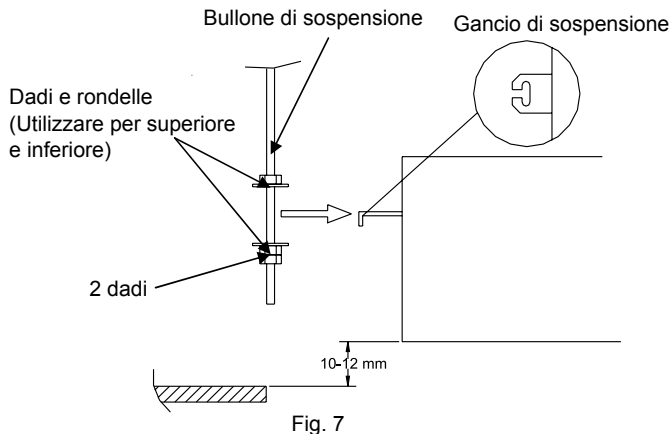

Fig. 7
- Al fine di prevenire possibili allentamenti, si raccomanda di utilizzare 3 dadi esagonali (preparati in loco) e 2 rondelle (tra gli accessori) per ogni bullone di sospensione. Prestare attenzione a utilizzare i 2 dadi sul lato inferiore (Fig. 7).
- Regolare la distanza tra l'unità e il fondo del soffitto a 10-12 mm. Serrare tutti i dadi sui bulloni di sospensione. (Fig. 7)